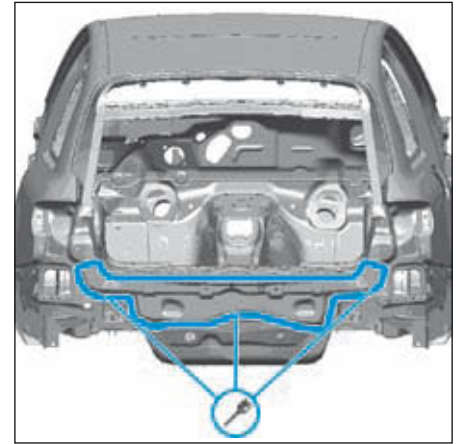

FIG. 134
- Dépointer la traverse aux endroits indiqués (Fig.134).